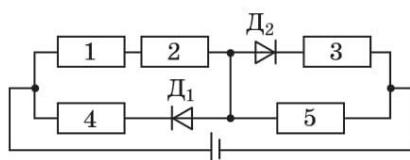

Рис. 2
3. Електричне коло (рис. 2) складається з п'яти однакових резисторів опором 2 Ом, двох ідеальних діодів та ідеального джерела струму (опори діодів і джерела струму дорівнюють нулю). Визначте: 1) загальний опір кола; 2) відношення сили струму в колі до сили струму після зміни полярності підключення джерела струму.